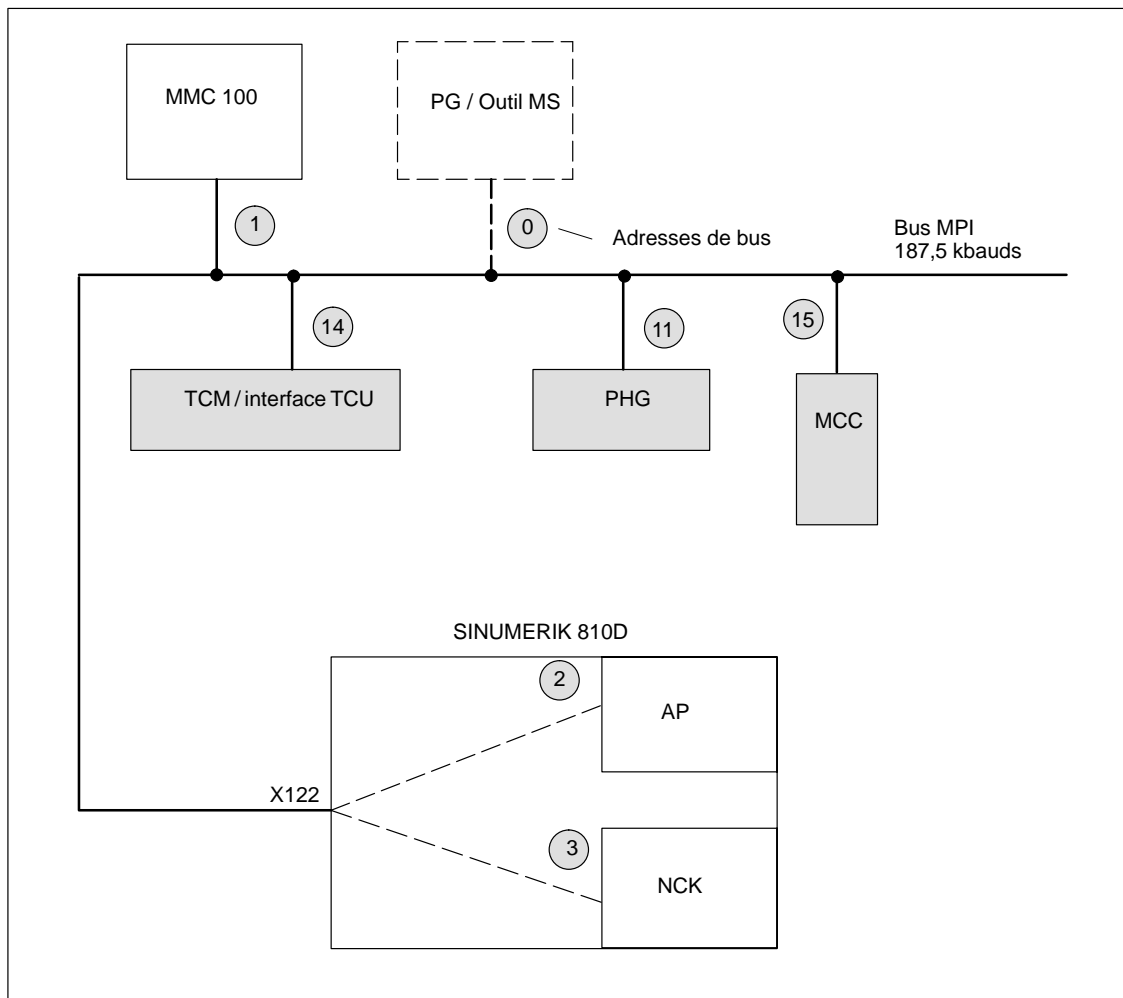

Fig. 3-5 Exemple de configuration d'un TCM (ou d'une PHG) et d'une MCC pour la SINUMERIK 810D
- Entrer les domaines de données pour la réception ou l'émission à partir de la figure 3-5.